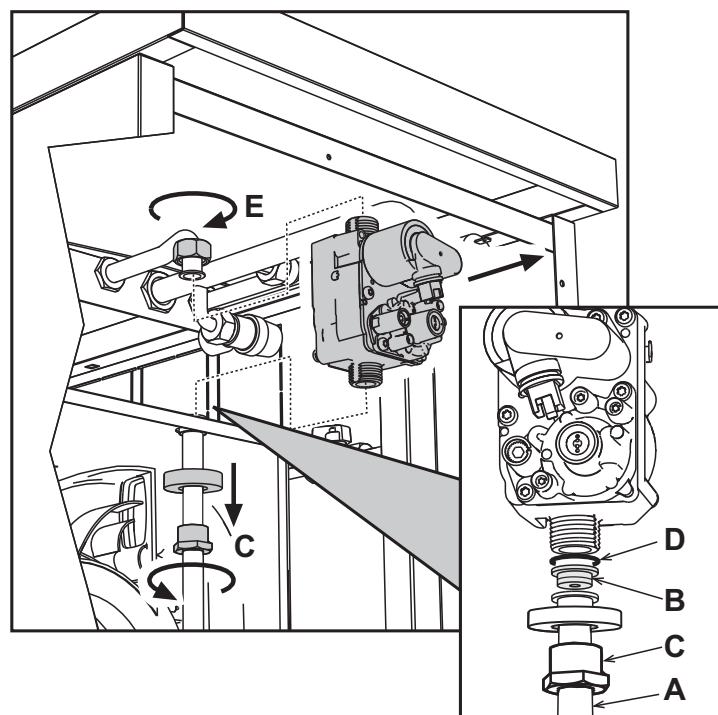

fig. 23
4. Dévisser les papillons **C** et **E** et enlever la vanne à gaz (voir fig. 23).
5. Remplacer la buse **B** présente dans le tuyau gaz par celle contenue dans le kit de transformation après avoir intercalé le joint **D** (voir fig. 23).